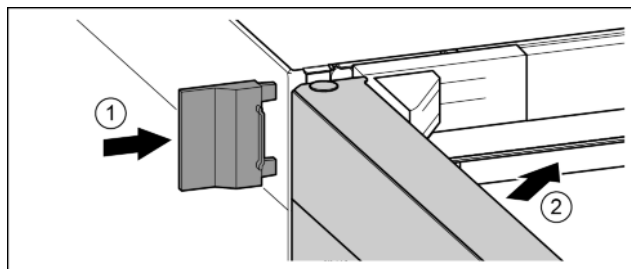

Fig. 19
- ▶ Нахлузете външния капак. Fig. 19 (1)
- ▶ Затворете горната врата. Fig. 19 (2)